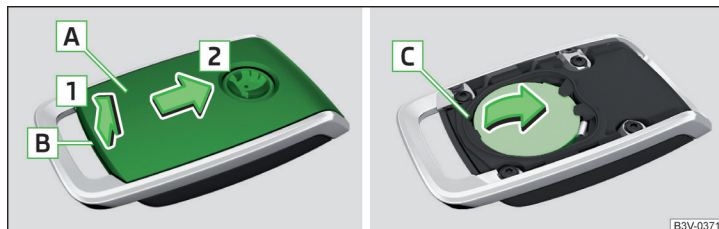

Abb. 351 Abdeckung aufklappen / Batterie herausnehmen
- › Mit einem dünnen Schlitzschraubendreher die Abdeckung **A** im Bereich **B** lösen » Abb. 351.